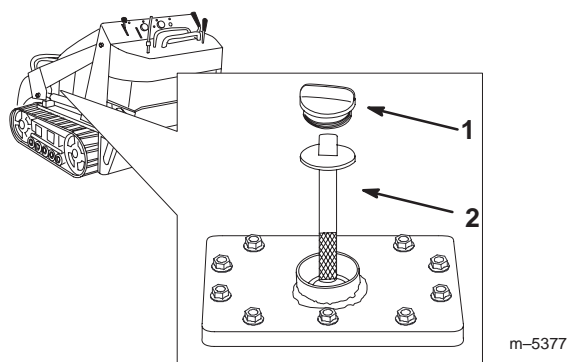

Figure 45
5. Retirez le bouchon et la jauge du réservoir hydraulique (Fig. 45).